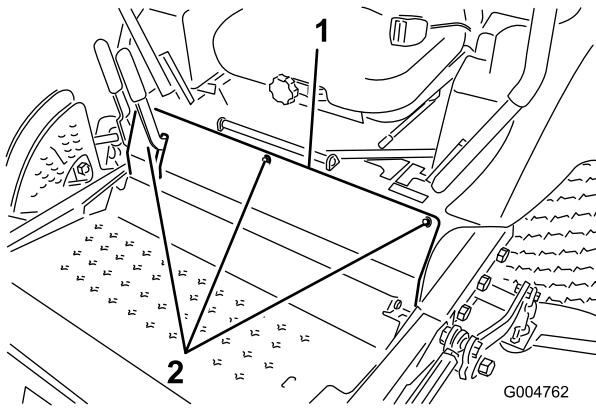

Bild 55
2. Nehmen Sie die Schrauben ab, mit denen die Frontplatte befestigt ist, und nehmen Sie sie ab (Bild 55).